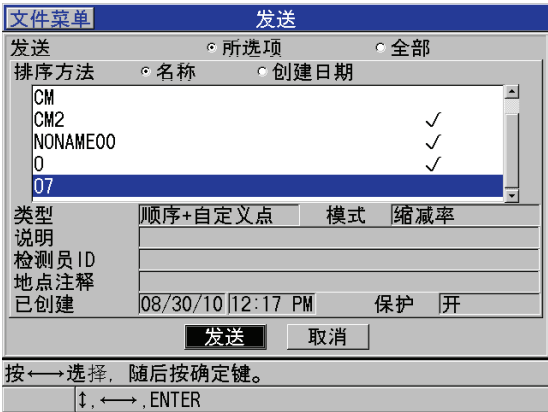

图 14-3 选择要发送的文件
4. 在**发送**屏幕中（参见第 220 页的图 14-3）：